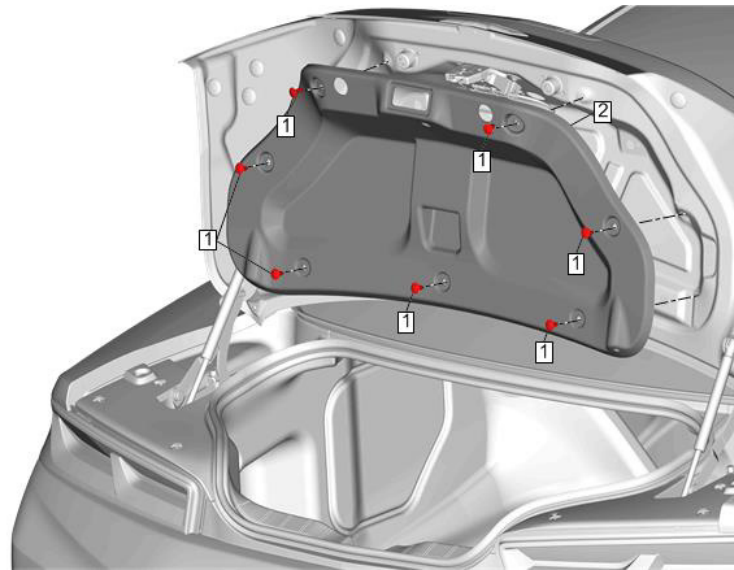

Figura 3: Reemplazo de moldura del tablero interno de la tapa del compartimiento trasero
3. Retire la moldura del tablero interno de la tapa del compartimiento trasero (Figura 3).
- a. Retire los retenedores de moldura del tablero interno de la tapa del compartimiento trasero (Figura 3 leyenda 1, 7x).
- b. Retire la Moldura del tablero interior de la tapa del compartimiento trasero con una herramienta de punta plana de plástico para retirar los retenedores a presión. (Figura 3 leyenda 2).
8. Reinstale la moldura del tablero interno de la tapa del compartimiento trasero (Figura 3).